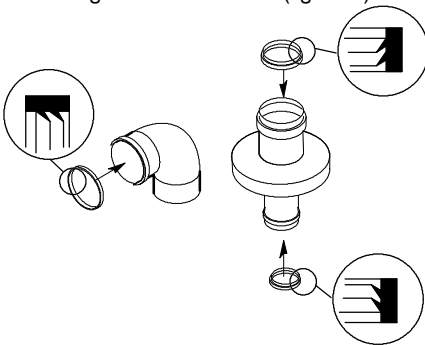

fig. 5.36
- Inserire nella curva e nel tronchetto espulsione fumi le guarnizioni a labbro (fig. 5.36).